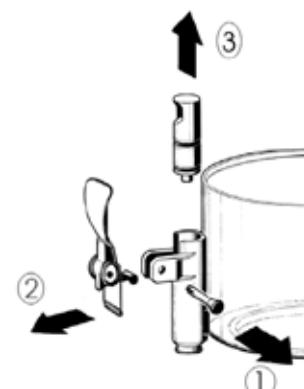

Bild 1
- 3 Den Hahn in der angegebenen Reihenfolge zerlegen (siehe Abbildung 1).
- 3** Den Hahn an den Behälter anbauen; dabei mit Bezug auf die Zerlegung in der umgekehrten Reihenfolge vorgehen (siehe Abbildung 1).